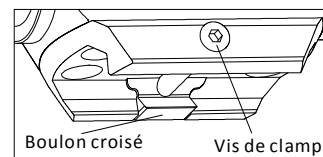

Fig 3
2. Insérez la clé Torx appropriée (incluse) dans la tête de vis de bride, tournez pour détacher le boulon croisé et puis glissez la vue dans le rail d'arme à feu à l'approprié position. Serrez enfin la vis de bride. (Fig3)